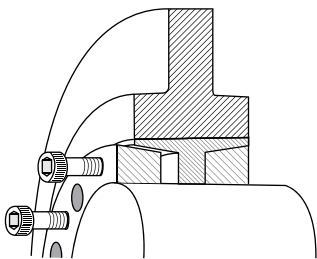

Figura 13.
2. Apriete progresivamente tornillo por tornillo de a  $\frac{1}{4}$  de vuelta repasando cada uno en el sentido de las manecillas del reloj hasta liberar el primer anillo (Figura 13).